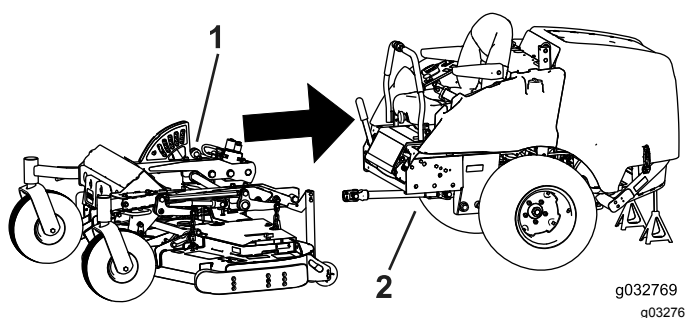

図 119
1. 夏用フレームをマシンに整列させ、バックさせて突き合わせる 図 119。